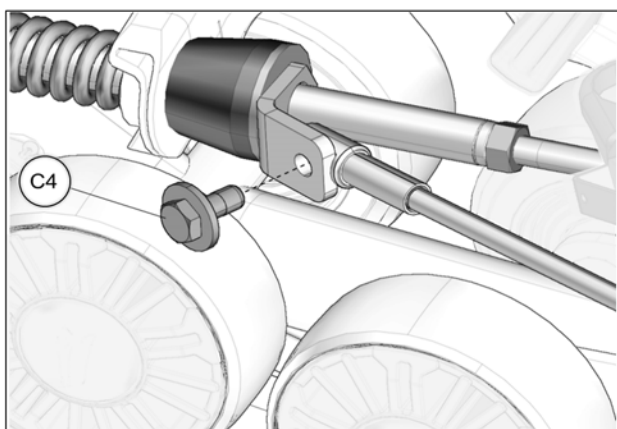

Fig. 26
18. Tourner légèrement le volant dans le sens contraire jusqu'à ce que le câble puisse être fixé à la plaque de support en utilisant le boulon (C4) fourni. Serrer à un couple de 35 N·m [24 lb·pi]. Voir la Fig. 26. Effectuer le même exercice du côté droit.